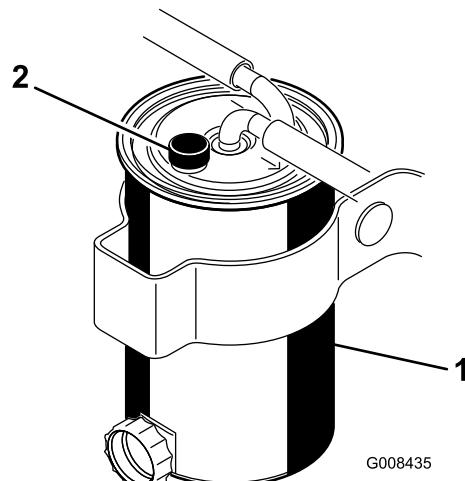

Figura 35
- Aprite la valvola di sfiato presente sulla parte superiore della scatola, e attendete che il carburante cominci a uscire (Figura 35).